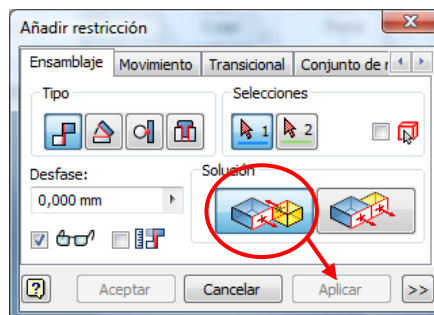

Figura 23 (restricción 2)
- 2 Pulsar en el icono *coincidencia* (figura 23), seleccionar las dos caras. No hay que introducir en la casilla *Desfase* ningún parámetro, ya que las dos caras tienen que estar juntas, y pulsar *Aplicar*.